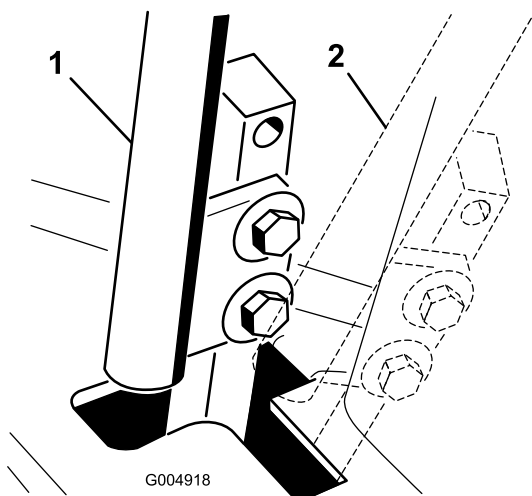

Figura 63
4. Mettete una leva in folle **senza bloccarla** (Figura 63).
- Controllate dove la leva di comando corrisponde alla tacca nella console (Figura 63). Dev'essere al centro, e consentire lo spostamento della leva verso l'esterno, in posizione di bloccaggio in folle.